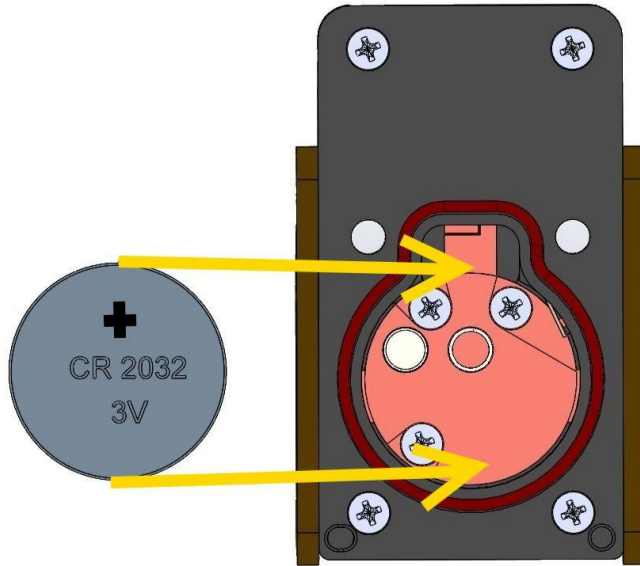

Abbildung 2: Batteriefach des RS-B
- Montieren Sie die Batterie im Batteriefach mit Hilfe der in Abbildung 2) gezeigten Pfeile